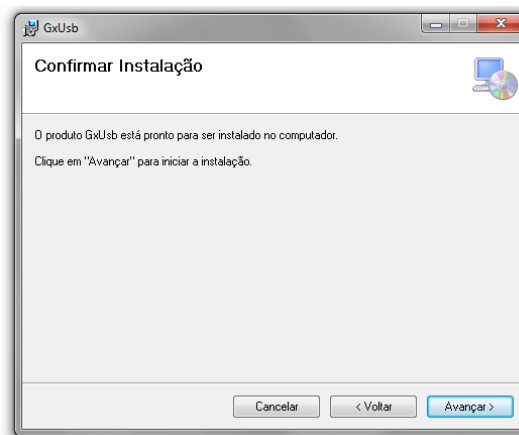

Figura 4
3. A seguir pressione novamente o botão de avançar para começar a instalação (Figura 4).